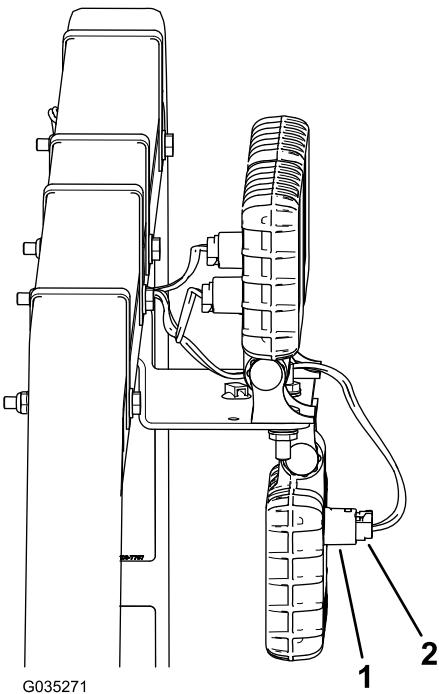

Figure 6
4. Branchez les 3 connecteurs du faisceau de câblage dans les 3 ouvertures des 3 projecteurs de travail à LED (Figure 6).